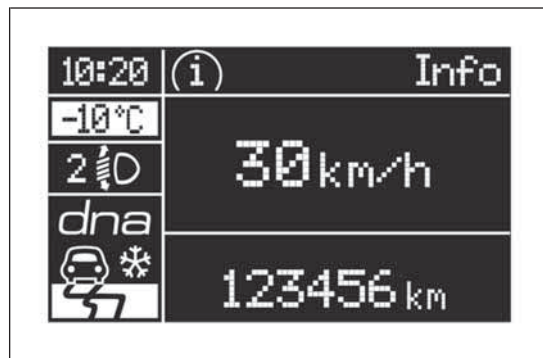

РИС. 76
- Режим All Weather (всепогодный)** РИС. 76